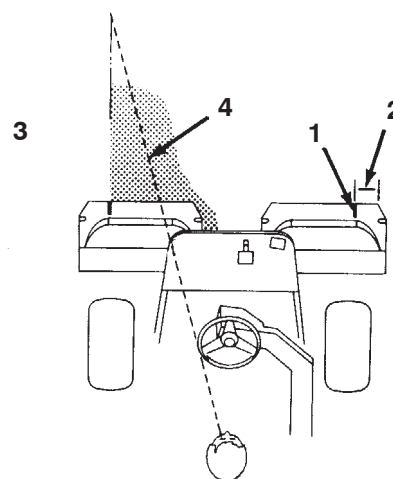

Figure 40
3. Minimisez le chevauchement de la passe précédente lors de la passe de retour. Pour vous aider à conserver une ligne droite en travers du green et à maintenir la machine à égale distance du bord de la passe précédente, établissez une ligne de vision imaginaire à environ 1,8-3 m en avant de la machine jusqu'au bord de la partie non coupée du green (Fig. 40). Certains trouvent qu'il est utile de faire passer la ligne de vision par le bord extérieur du volant, c.-à-d. de maintenir le bord du volant aligné avec un point qui est toujours éloigné de la même distance par rapport à l'avant de la machine.